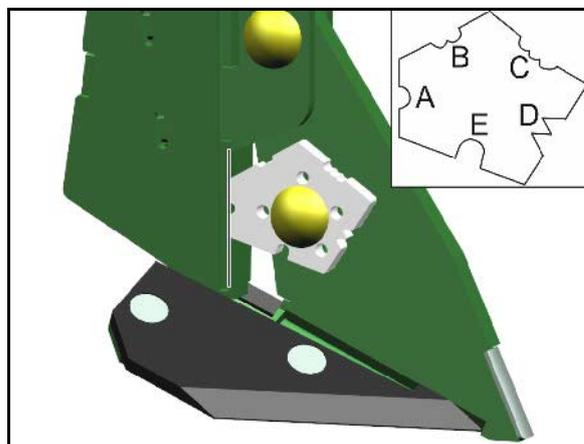

Fig. 79
1. Beide Verschraubungen (Fig. 79/1) einer Rolle lösen.